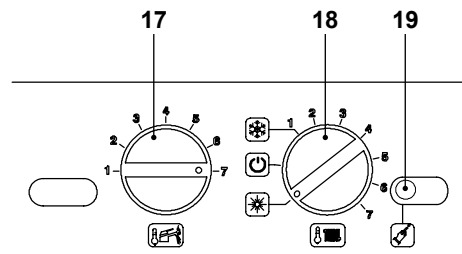

Figura 9.16
- Posizionare le manopole del pannello comandi come indicato in Figura 9.16.
- Per entrare nella modalità Spazzacamino bisogna entrare in programmazione premendo per 15 secondi il pulsante di ripristino 19 in Figura 9.16 fino alla comparsa del parametro **P01** sul display LCD; sul display LCD compare la seguente visualizzazione (la sequenza **P01** si alterna ---).
- Premere il pulsante di ripristino 19 in Figura 9.16 per lo scorrimento dei vari parametri sino al raggiungimento del parametro **P09** valido per il settaggio modalità Spazzacamino; sul display LCD compare la seguente visualizzazione (la sequenza **P09** si alterna a **00**).